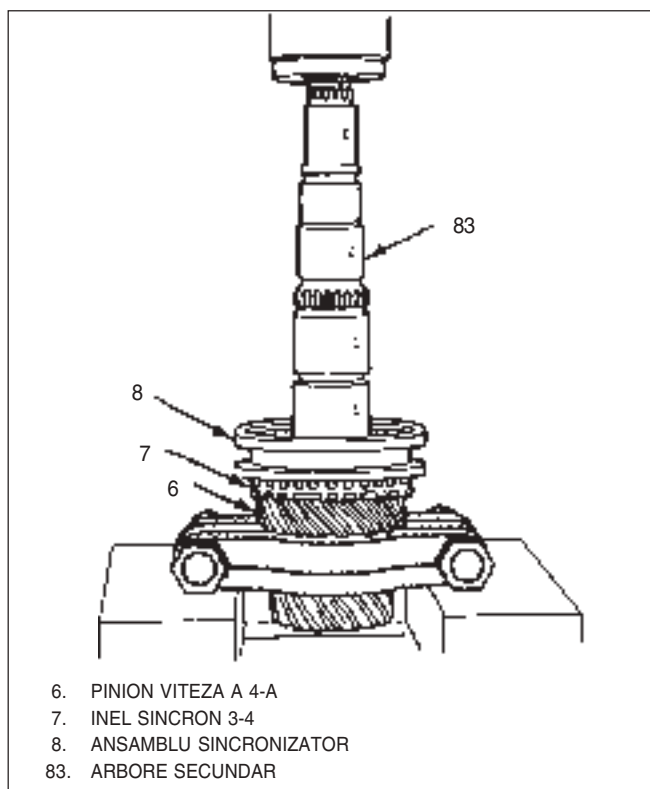
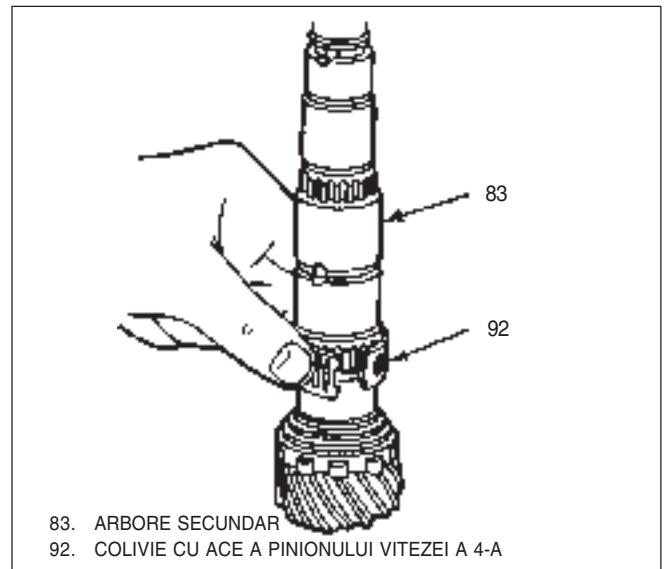

Fig. 25 Demontare ansamblu sincronizator și pinion viteza a 4-a
Fig. 26 Demontare colivie cu ace a pinionului vitezei a 4-a
- 5) La presă, se depresează pinionul vitezei a 4-a(6), Fig 25 și 50, și ansamblul sincronizator 3-4((7), (15), (8)) cât și colivia cu ace(92), Fig 26.